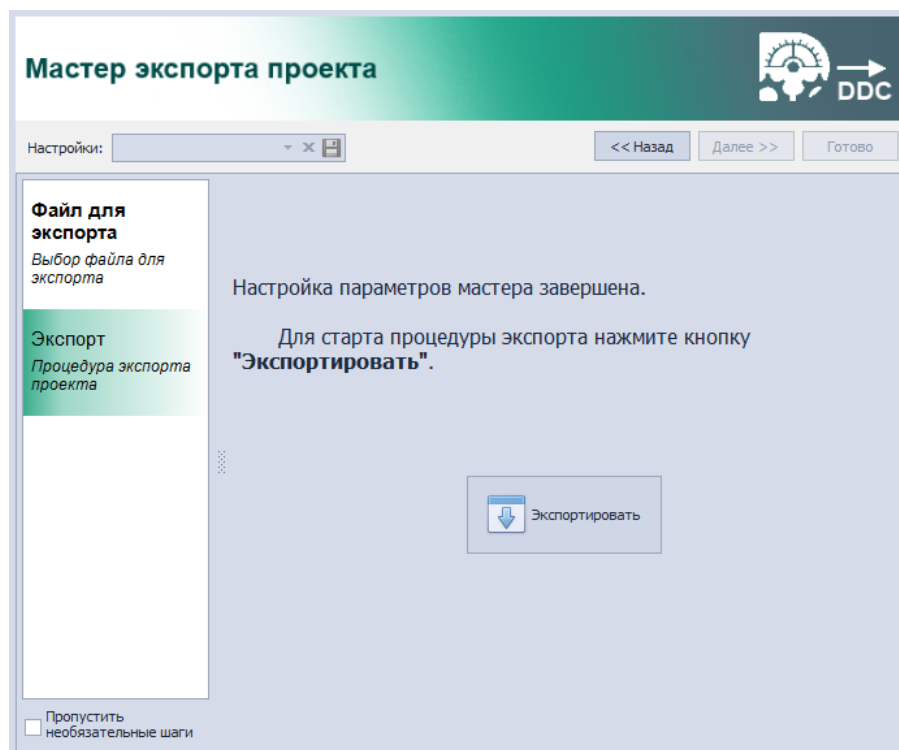

Рис. 58 Запуск процедуры экспорта
7. На следующем шаге нажмите «Экспортировать», Рис. 58.